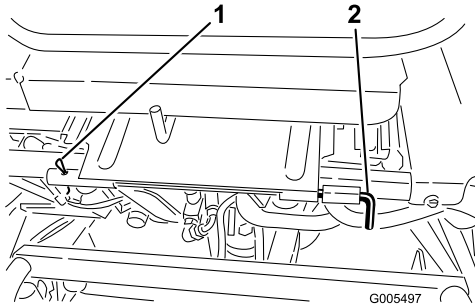

Figure 29
3. Abaissez le siège et retirez la goupille cylindrique qui fixe la tige de pivot du siège au cadre (Figure 29).